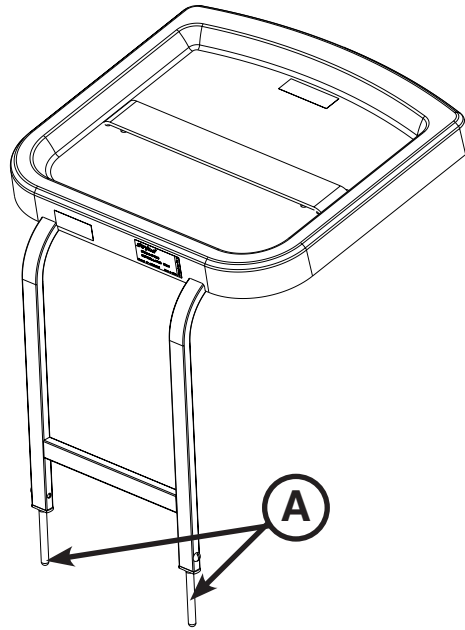

Figure 9.1 : Tablette porte-défibrillateur
Pour installer la tablette porte-défibrillateur, introduire les broches (A) sur la tablette dans les trous du pied de lit (côté pieds du brancard), comme illustré dans la Figure 9.1. Utiliser la sangle pour fixer le matériel à la tablette.